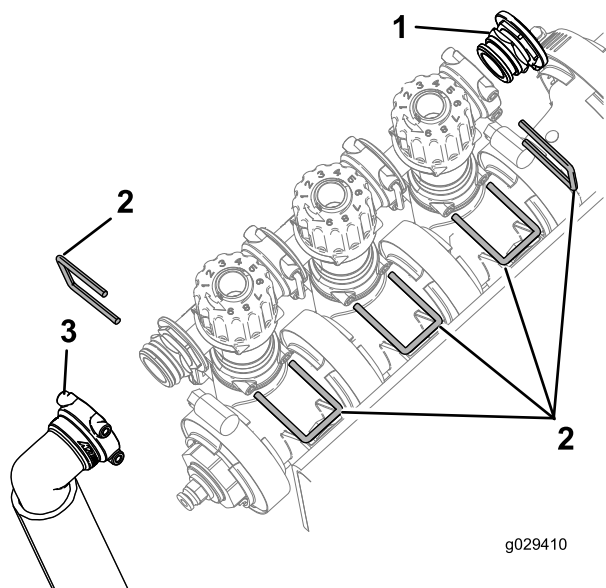

図 10
3. ブームバイパスバルブ・クラスターアセンブリ、エンドキャップ、フィッティングホースアセンブリを保持しているリテーナを 図 10.